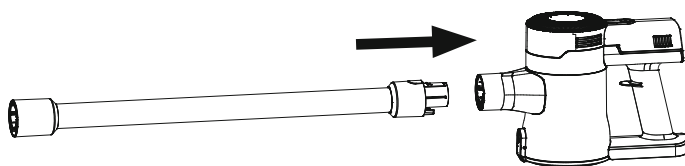

Fig. 1
1. Inserire il tubo di estensione (15) nell'apertura di aspirazione (1). Verificare che sia ben in posizione e che si incastri emettendo un suono di scatto (v. fig. 1).